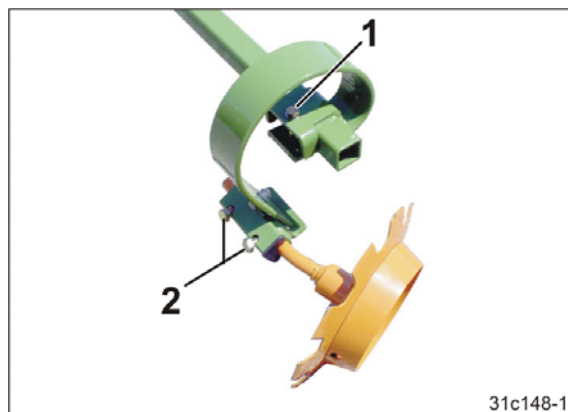

Fig. 193
4. Løsn skruen (Fig. 193/1).
6. Løsn de to skruer (Fig. 193/2).